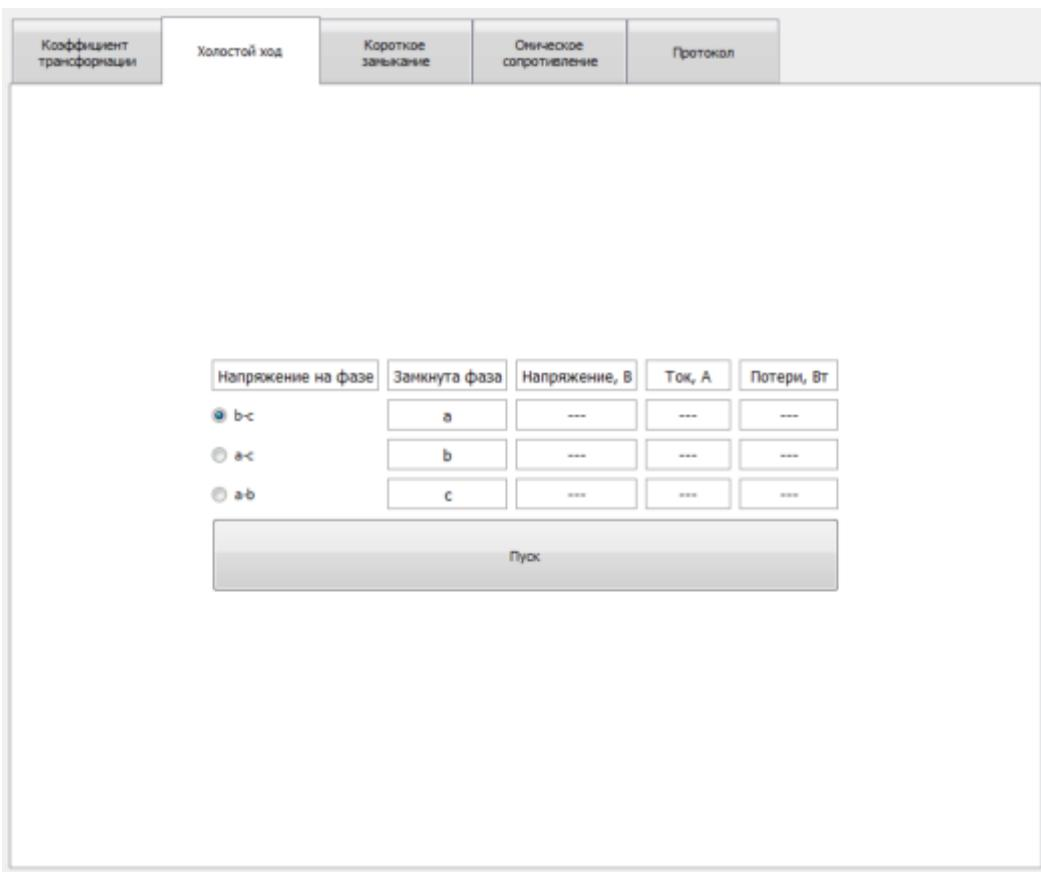

Рис. 17. Вкладка «Холостой ход» для испытания при малом напряжении
5.3.2.2. Переключаемся на вкладку «Холостой ход» (рис. 17) и, поочередно выбирая соответствующий пункт «Напряжение на фазе», проводим все 3 опыта, описанные в п. 5.3.2.1. Нажатием кнопки «Пуск» фиксируем результаты измерений.